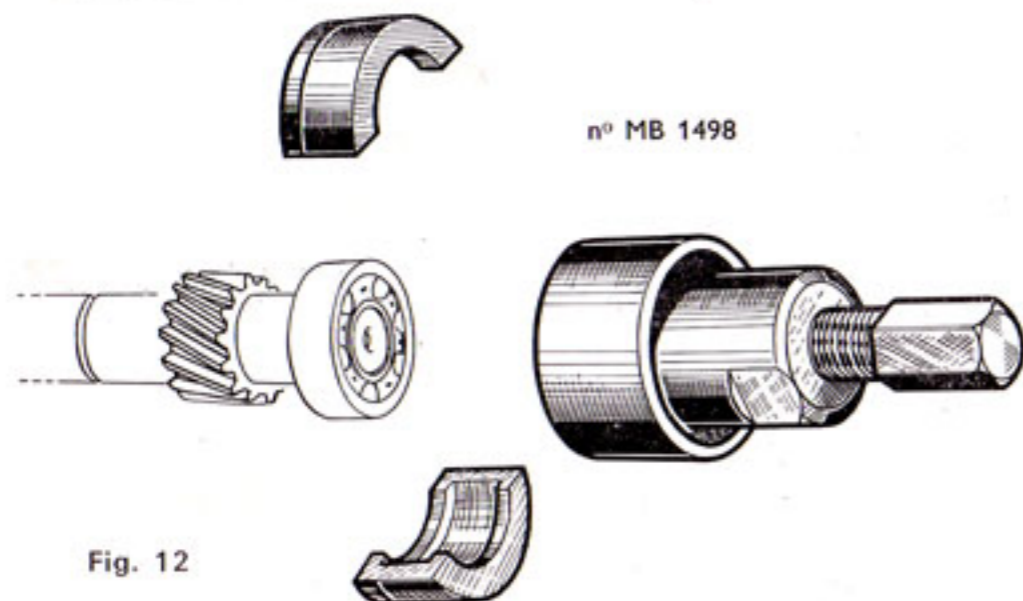

Fig. 12
- Extraire le roulement 18632 (12 x 28 x 8) resté sur l'arbre primaire (Extracteur à coquille de 28 mm MB 1498). Fig. 12.